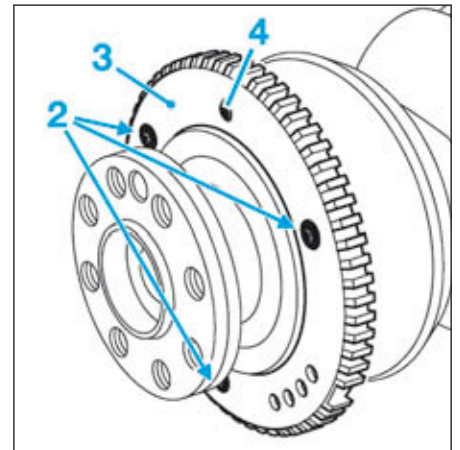

FIG.64
- Déposer les trois vis (2) (Fig.64) de la cible.
- Déposer la cible (3).
- Reposer la cible en faisant coïncider le pion de centrage (4) du vilebrequin avec le trou de la cible.